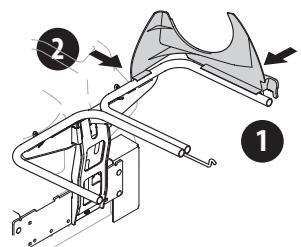

Figure 6
- Enclenchez le support en plastique de la goulotte supérieure sur la partie latérale de la barre du support du sac à herbe (1) de la Figure 6.
- Enclenchez la face avant du support de la goulotte sur la barre (2), comme indiqué dans la Figure 6.